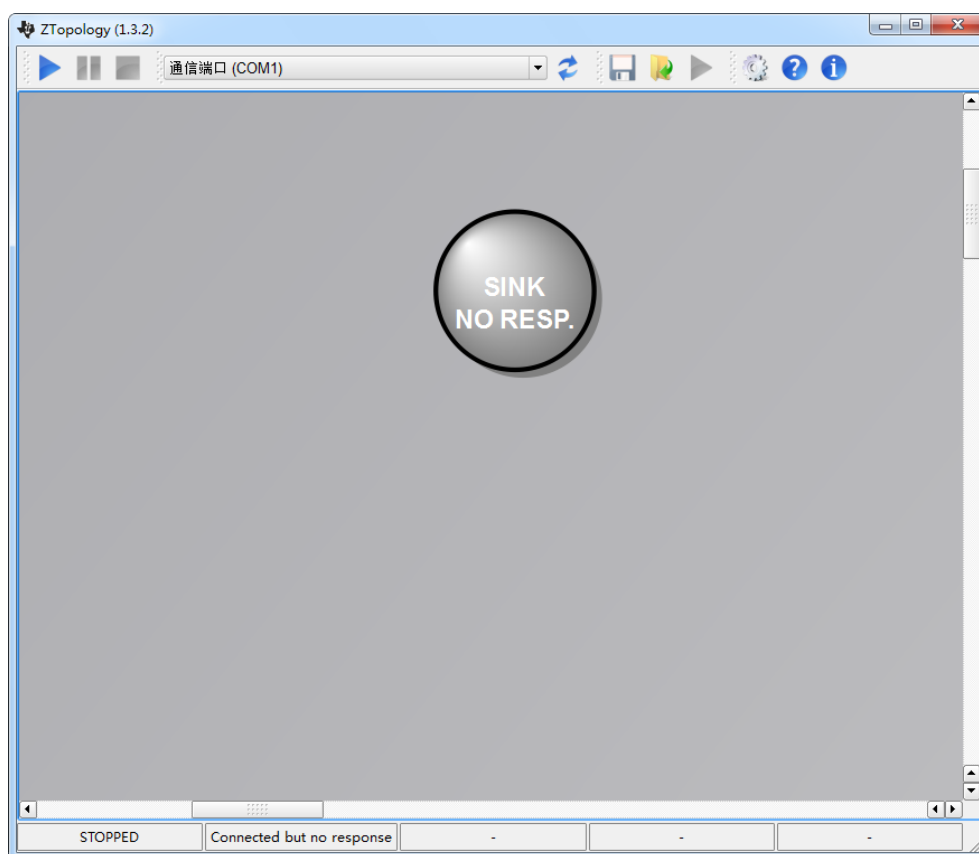
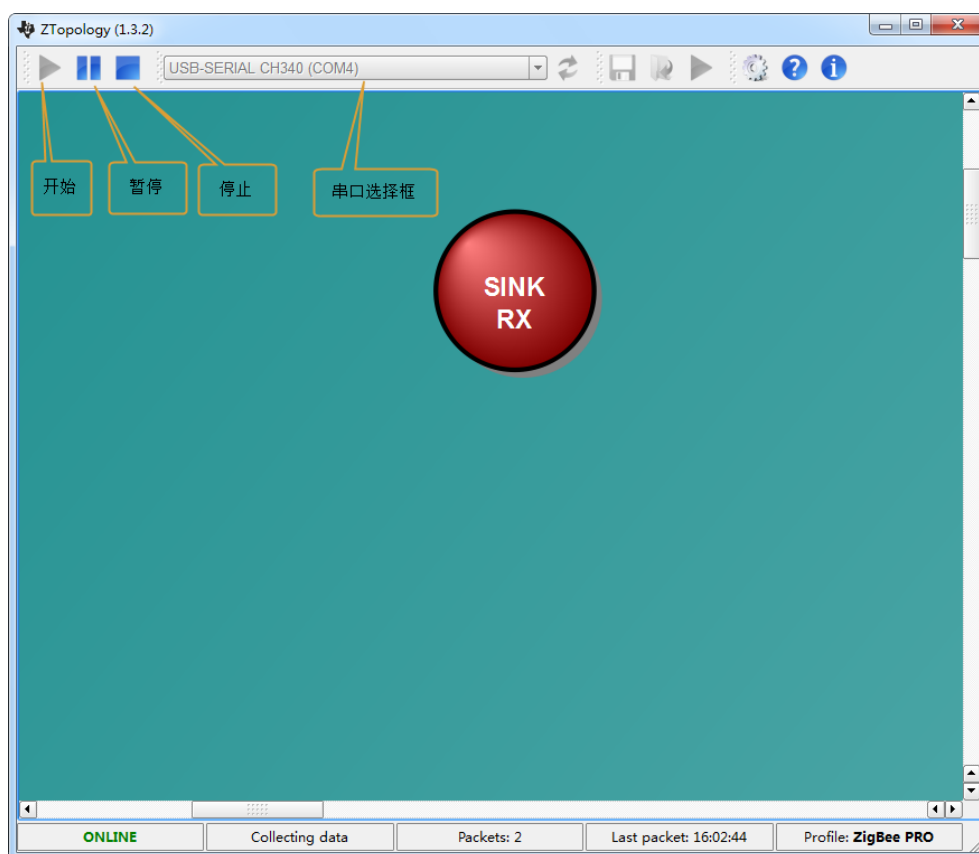
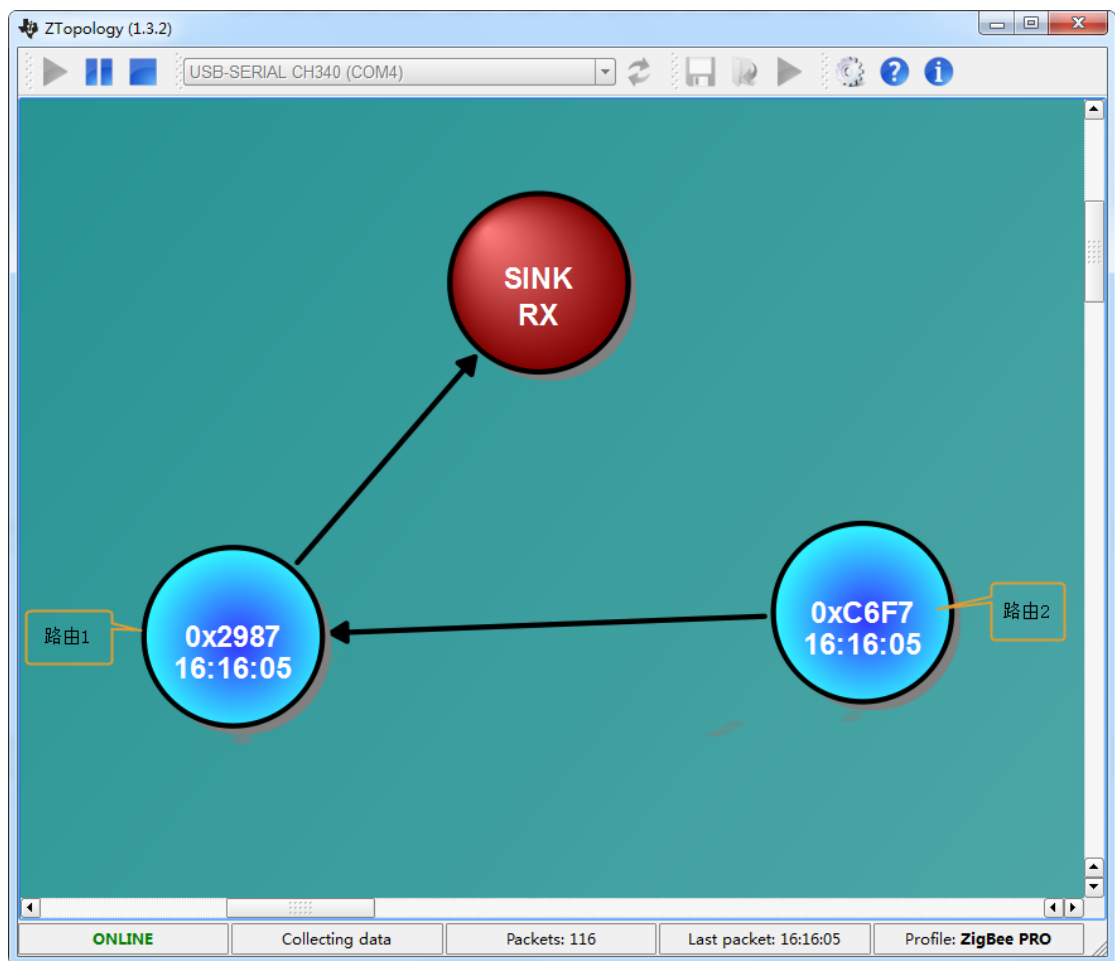

图 8 ZTopology 界面
图 9 Sensor Monitor
图 10 两个路由器 ZTopology
- 下载并安装 ZTogology 软件。成功安装软件后，将配置成协调器的 ZG-Mxx 模块，连接到 PC 端的串口上。此时打开 ZTopology 软件，其整个界面如图 8 所示。
- 在 ZTopology 软件界面中，串口选择框上选择协调器的串口号。然后点击开始按钮，此时 ZTopology 中的圆圈变成暗红色，表示协调器已经在线。如图 9 所示。
- 在图 9 的界面中，按下方形的停止按钮，使 ZTopology 处于停止状态，其效果如图 8 所示。接下来将每个路由器依次上电，直到每个路由器都正常的加入网络，即黄色灯常亮。在写此文件，我们只准备了两个路由器，并按上述的要求进行了上电等操作。接着按下 ZTopology 界面中的开始按钮。此时 ZTopology 的界面如图 10 所示。